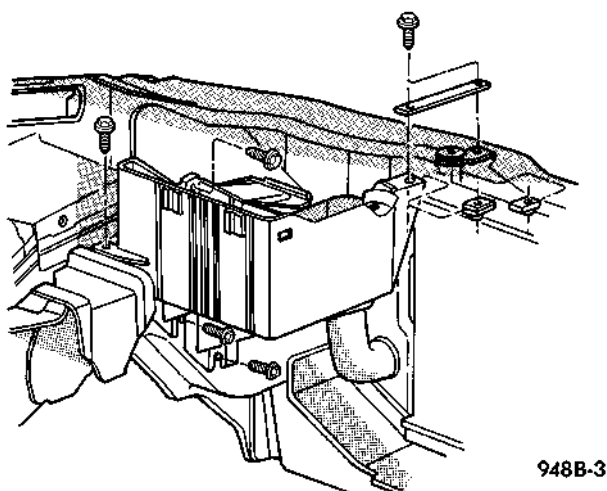

Fig. 20 Desmontaje de la bandeja de la batería
(1) Instale la batería en el vehículo, asegurándose de que se coloca en posición correcta en la bandeja.
(2) Instale la abrazadera de sujeción de la batería, asegurándose de que se coloca en posición correcta en la batería.
(3) Coloque la cubierta del protector térmico sobre la batería y cácelo junto con la bandeja de la batería (Fig. 20). Es posible que sea necesario aflojar un extremo del perno pasante para instalar la cubierta
(2) Retire el perno de sujeción de la bandeja de la batería. Retire la bandeja de la batería (Fig. 20).